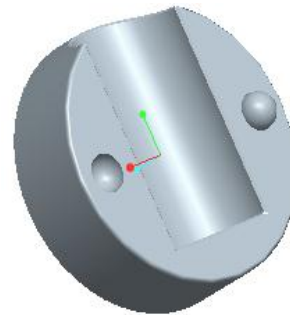

図 12-50 バイスインナー左
- 8) バイスアセンブリの構成部品ファイルをオープンする。バイスインナー左 ファイルを開く (図 12-50) に示す。